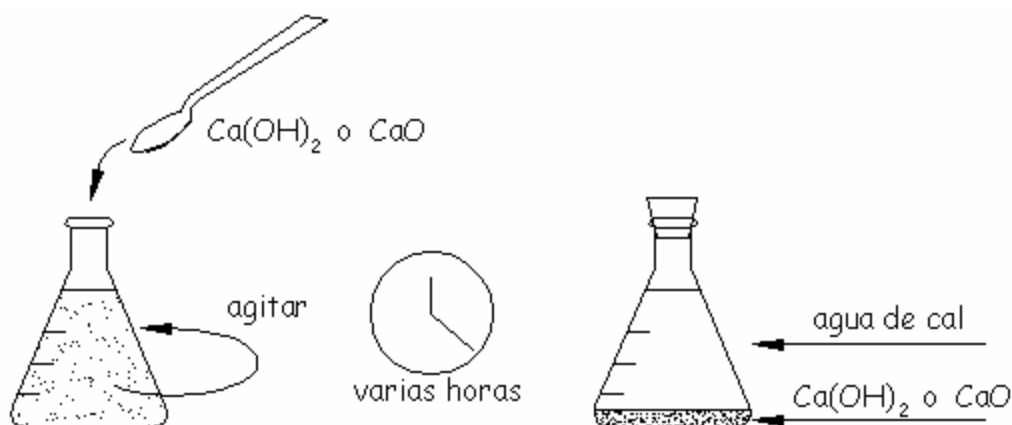

Figura 1
- 1.1 Llena el matraz o frasco con agua y agrega 1/4 de cucharadita de hidróxido de calcio o de óxido de calcio. Agita con la cuchara, tapa el matraz y deja reposar la suspensión que se forma hasta que el líquido quede absolutamente claro, es decir, espera a que el sólido sedimente (se asiente). (Figura 1.) Esto puede tardar varias horas.